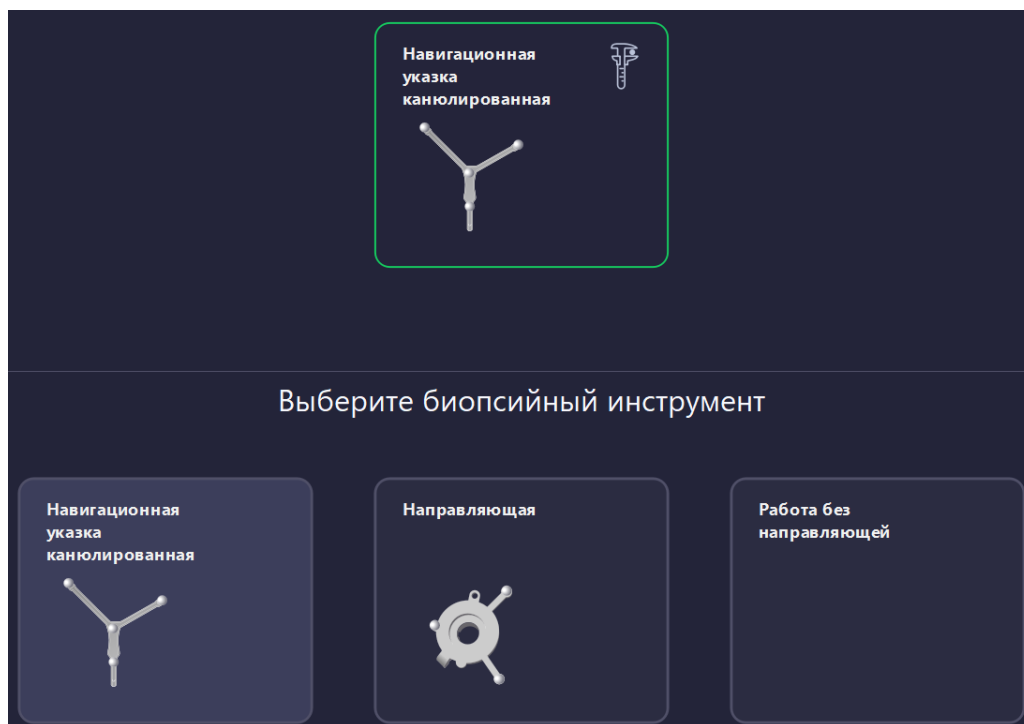

Рисунок 153 – Выбор инструмента для биопсии
3. Инструмент для биопсии. В зависимости от области применения («Навигация Нейрохирургия ГМ», «Навигация ГМ с направляющей», «Навигация с ЭОП») возможен выбор следующих инструментов (рисунок 153):